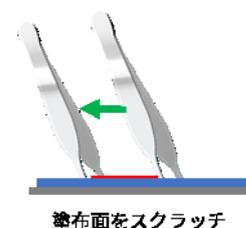

Fig. 1 Scratching of coated surface.
- ① 顕微鏡で試料を観察しながらピンセットで塗布面をスクラッチ (Fig. 1)